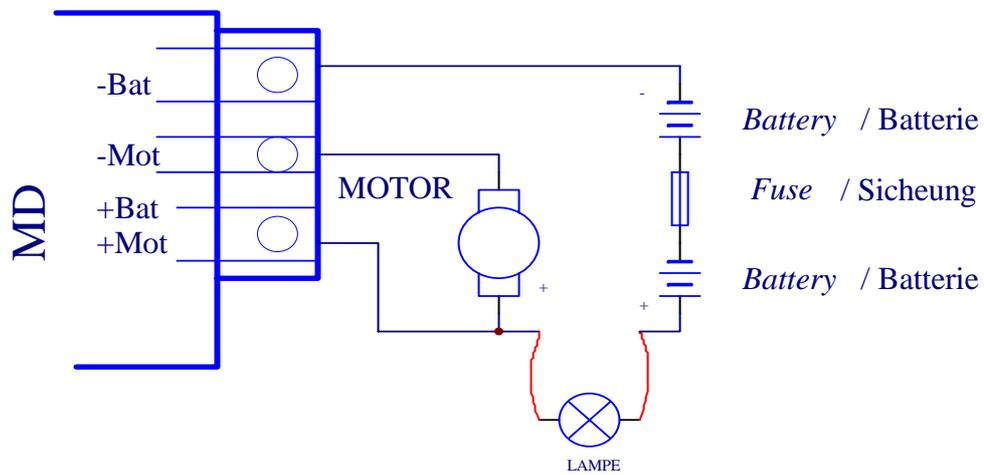

Fig. 4
Connect a standard 220V AC (approx. 25W) lamp (light bulb) in series between controller **battery positive** and the positive terminal of the battery. Wait a few seconds (approx. 10 sec.). The lamp should glow initially then quickly fade and go out. If the lamp continues to glow, the battery must not be connected before checking to find the reason (fig. 4).
- **Batterie Plus** in Serie mit einer gewöhnlichen 220V AC (ca 25W) Lampe an den Batterie Plus Pol anschliessen und ca. 10 Sekunden warten, bis Lampe sicher erloschen ist. Die Lampe sollte zuerst schwach leuchten und rasch erlöschen. Falls die Lampe dauernd leuchtet, darf die Batterie nicht angeschlossen werden, ohne dass nachgeprüft wird, was der Grund für das Leuchten der Lampe ist (Fig. 4).